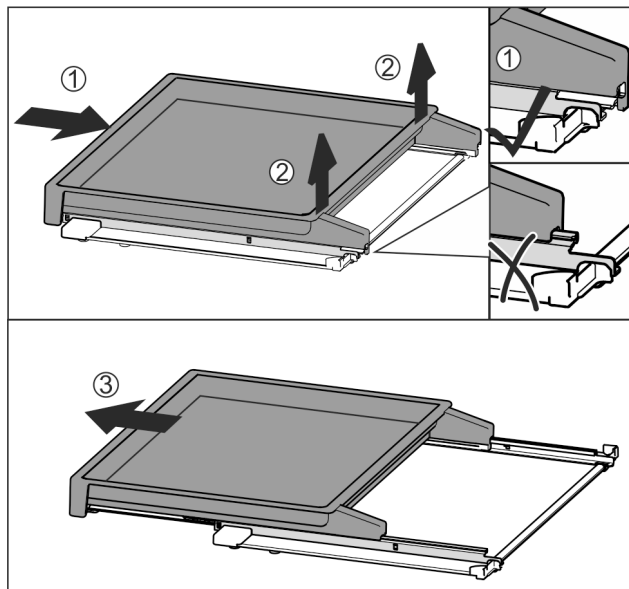

Fig. 112
- ▶ Împingeți complet raftul extractibil în interior Fig. 112 (1).
- ▶ Desfaceți blocarea din partea din spate Fig. 112 (2).
- ▶ Extrageți raftul extractibil către înainte Fig. 112 (3).